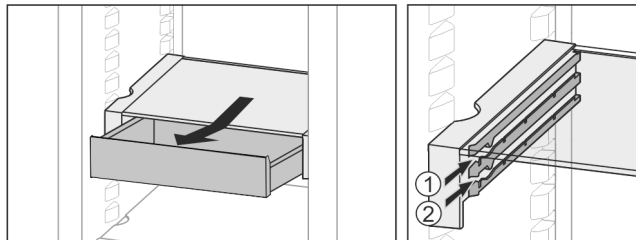

Fig. 21
- ▶ Inserire all'altezza desiderata Fig. 21 (1) o Fig. 21 (2).